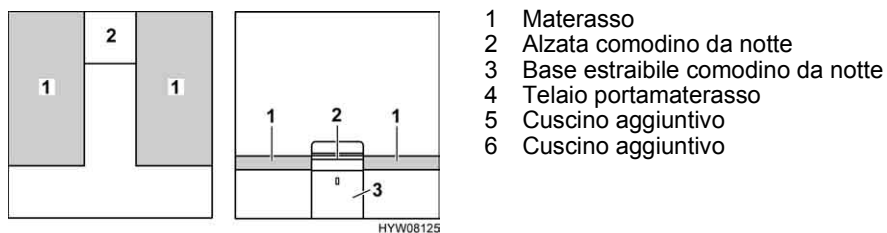

Fig. 69 Prima della trasformazione
- Rimuovere l'alzata del comodino da notte (Fig. 69,2) e metterla da parte.